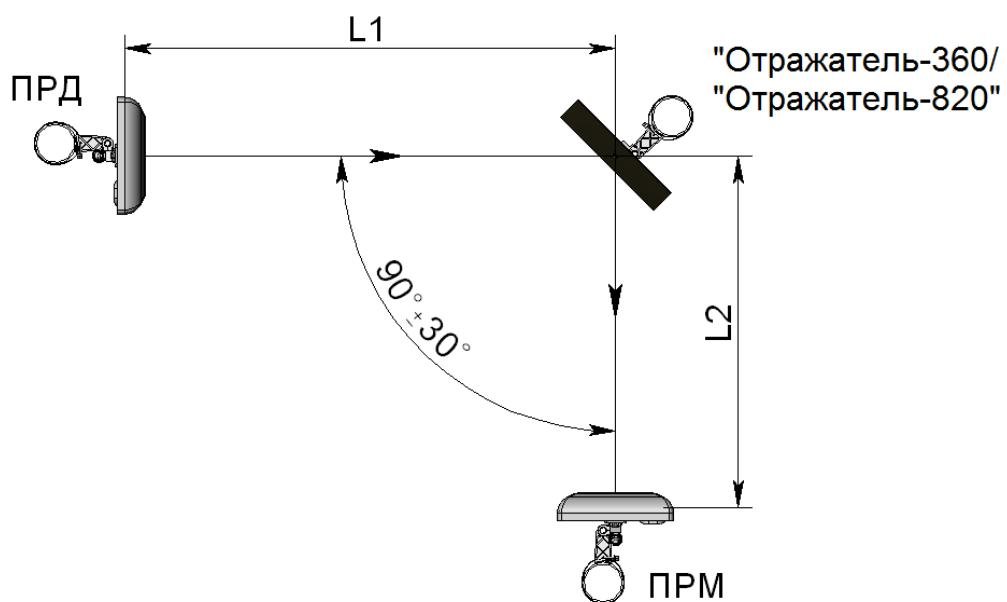

Рисунок 2.10 – Установка извещателя с применением отражателя «Отражатель-360» («Отражатель-820»)
2.3.9.2 При работе извещателя «FMW-3» с «Отражателем-360» (см. рисунок 2.10) суммарная длина зоны обнаружения L_1+L_2 (где L_1 – расстояние между блоком ПРД и отражателем, L_2 – расстояние между отражателем и блоком ПРМ) не должна превышать 50 м.